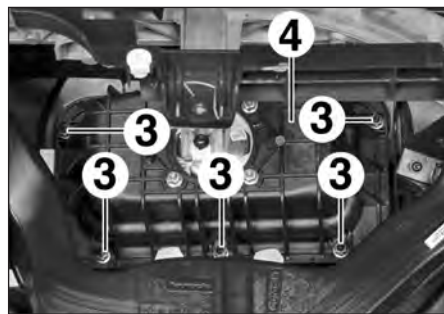

FIG.4
- les écrous (3) de l'airbag (4) (Fig.4),